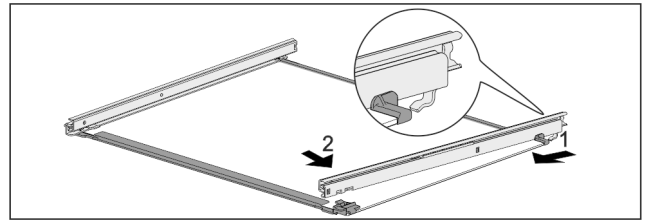

Fig. 53 Glaslade met rails
- ▶ Rail achter vastmaken. Fig. 53 (1)
- ▶ Rail voor vastmaken. Fig. 53 (2)